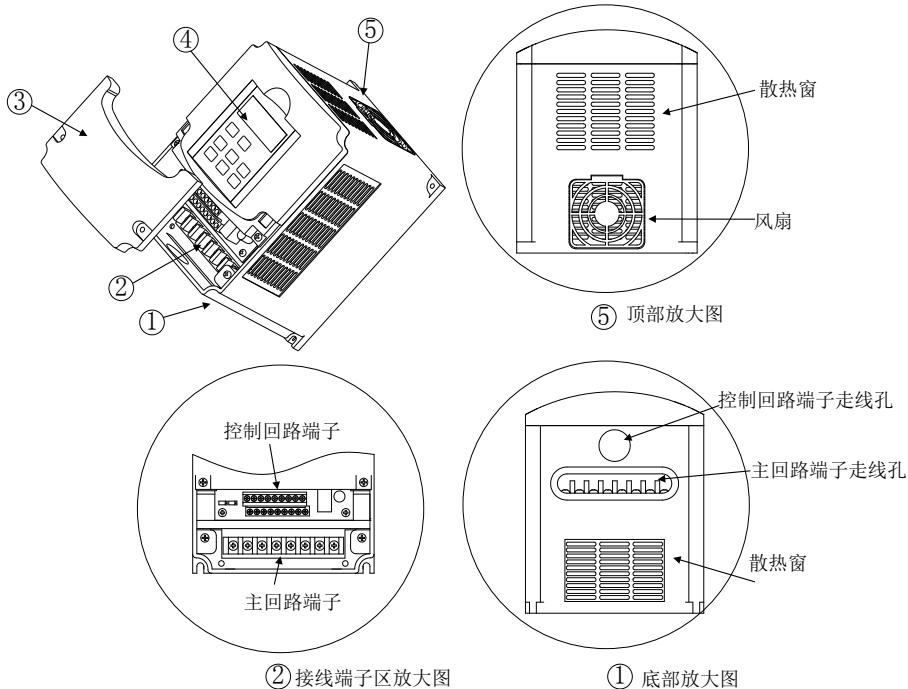

图 1-4-1 T 系列产品外部结构特征
VIT200Txxx 系列变频器外部结构特征如图 1-4-1 所示。①变频器底视图；②接线端子区；③盖板；④操作面板；⑤变频器顶视图。